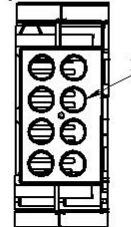

Рис. 10. Чистка котла
- Снять колосниковую решётку 5 Рис.10 и прочистить её.
- Очистить скребком стенки поверхностей нагрева, топки и загрузочной камеры (4).